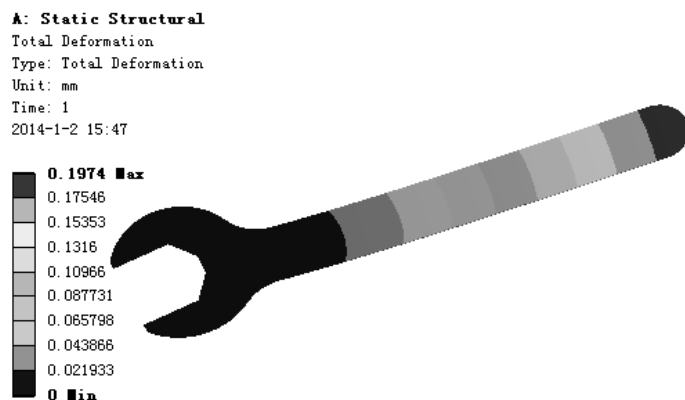

图 7.5.24 位移变形结果图解
(3) 查看位移变形结果图解。在“Outline”窗口中选中 Total Deformation，查看图 7.5.24 所示的位移变形结果，其最大位移为 0.1974 mm。